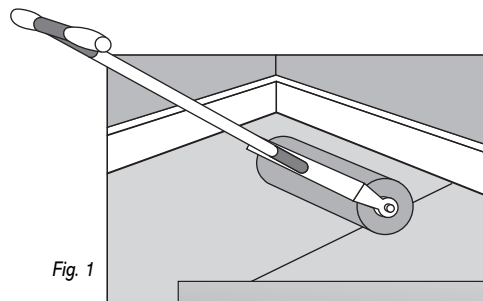
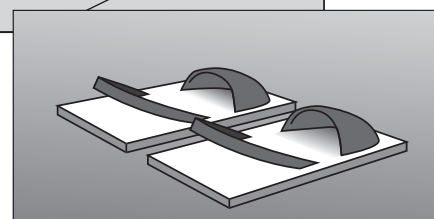

Fig. 1
Fig. 2
- Marouflage au rouleau (Fig.1) au minimum deux heures après, en se déplaçant sur des patins de carreleur (Fig.2).